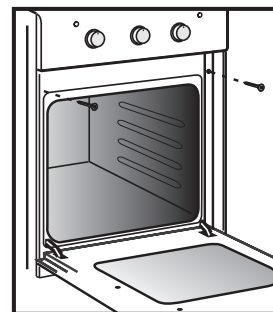

Рис.14
- Духовка устанавливается на дно ниши и закрепляется спереди винтами (рис.14), прилагаемыми в комплекте.